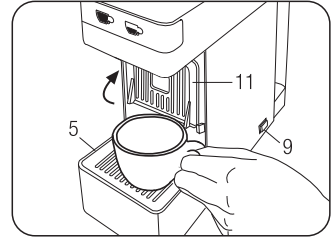
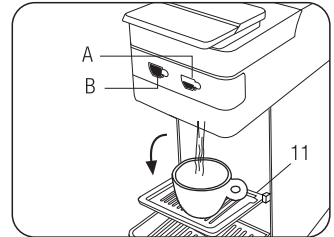

Fig. 5
Fig. 6
- Controllare che non ci siano capsule all'interno e accendere la macchina azionando l'interruttore principale (9)
- Posare una grande tazza vuota sotto il punto di erogazione caffè. **(Fig. 5)** Quando i tasti (A) e (B) si illuminano in modo fisso la macchina è pronta per l'utilizzo. Premere un tasto (A) o (B); la macchina eroga acqua, premere nuovamente il tasto quando si è raggiunta la quantità d'acqua desiderata. **(Fig. 6)** La macchina è risciacquata quando almeno 3 tazze d'acqua sono state erogate.
Per preparare un espresso tasto (A) (Erogazione corta), posizionare la griglia superiore (11) come in Fig.6. Per preparazioni che necessitano l'utilizzo di tazze alte, posizionare la griglia superiore (11) come in Fig.5, e appoggiare la tazza direttamente sulla griglia inferiore (5) Fig.5.